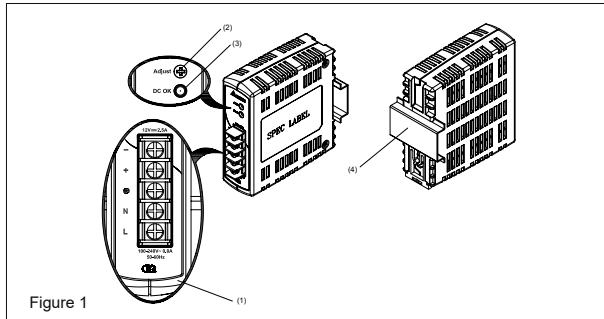
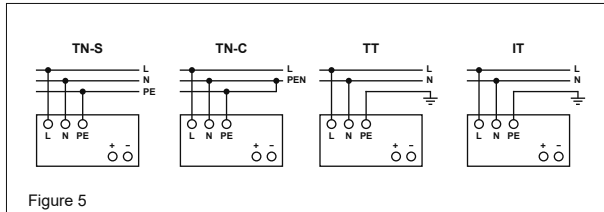

Figure 1
Figure 5
### 2. Gerätebeschreibung (Abb. 1)
#### 5.1. Anschluss der Eingangsklemmen (Abb. 1, Abb. 5)
#### 5.2. Anschluss der Ausgangsklemmen (Abb. 1 (2))
Verwenden Sie die Schraubklemmen „+“ und „-“, um den 12Vdc-Anschluss herzustellen. Am Ausgang stehen 12Vdc zur Verfügung. Die Ausgangsspannung kann am Potentiometer zwischen 11 und 14Vdc eingestellt werden. Die grüne LED „DC OK“ zeigt die korrekte Funktion des Ausgangs an (Abb. 1 (3)). Das Gerät verfügt über einen Kurzschluss-, Überlast- und Überspannungsschutz, der auf 17.6Vdc begrenzt ist.